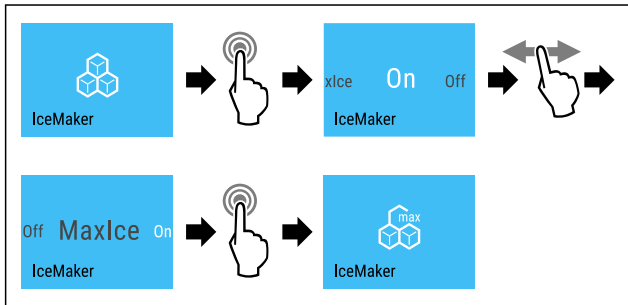

Fig. 18
- ▶ Провести етапи операцій (див. Fig. 18).